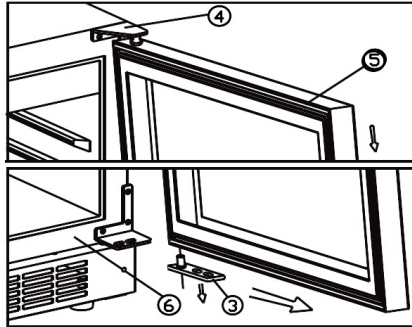

fig. 8.2
- Afmonter døren ved at trække døren frem og fri af tophængslet. Se fig. 8.2